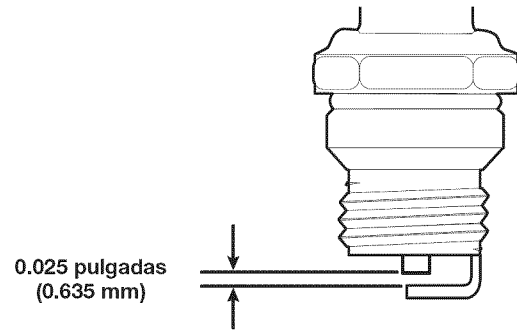

Fig. 11
4. Use un calibrador de hoja para ajustar abertura de la bujía a **0.025 pulgadas (0.635 mm)** (Fig. 11).